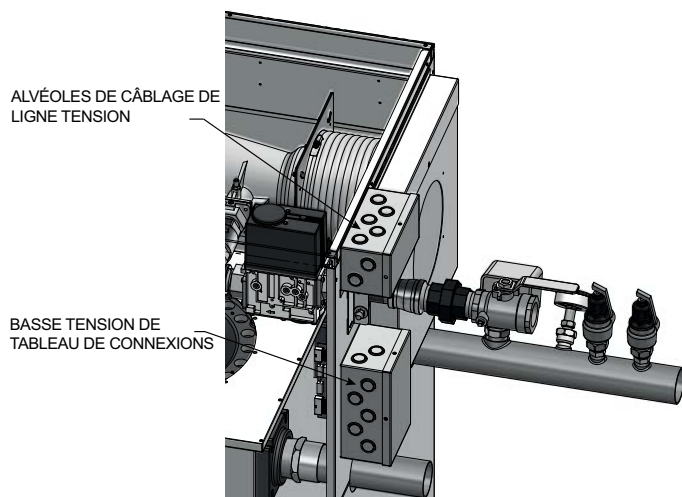

Figure 5-2 Passage des câbles
1. Acheminer tous les câbles de basse tension par les alvéoles du côté gauche du chauffage, comme illustré à la FIG. 5-2.